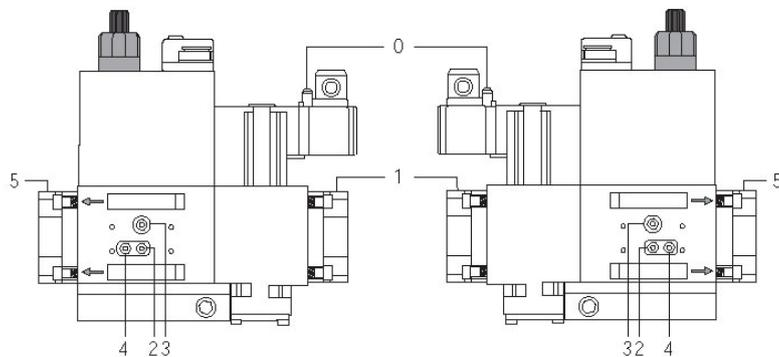
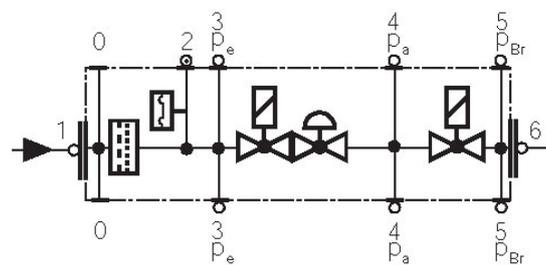

Fig. 54
Fig. 55
- Pulire o sostituire il filtro se la differenza di pressione fra i punti 1 e 2 (Fig. 54-Fig. 55) $\Delta p > 10$ mbar.